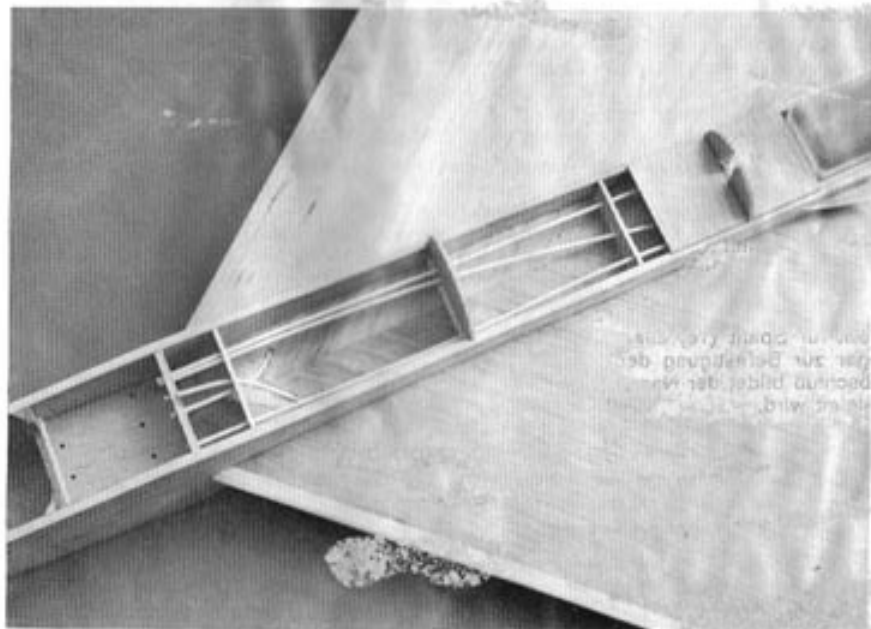

Abb. 5
Nun müssen die Bowdenzug-Außenröhrchen (C), (D) und (E) durch die entsprechenden Bohrungen der Spanten gesteckt und verleimt werden. Siehe RC-Einbauanleitung und Abb. 5. Zug (C) verläuft von vorn bis Spant (35) und ab Spant (37) nach hinten je nach verwendetem Motor. Dies ist einerseits durch die Drehrichtung des Servos und andererseits durch den Hebelarm am Drosselvergaser gegeben.
Nun muß das soweit fertiggestellte Rumpfteil mit der Tragfläche verleimt werden. Dazu ist es zunächst nötig, die Auflage der Seitenteile (22) und (24) und der Spanten anzupassen bzw. abzuschragen. Diese Arbeit muß unbedingt mit größter Sorgfalt vorgenommen werden und eine Verleimung darf erst erfolgen, nachdem sichergestellt ist, daß der Rumpf überall gut auf der Fläche aufliegt. Besondere Vorsicht ist bei den aus der Tragfläche herausstehenden Querruder-Bowdenzügen geboten. Diese dürfen nicht geknickt werden! Vor dem Verleimen müssen sie gekreuzt und in die vorgesehenen Bohrungen eingeführt werden. Siehe Abb. 5 und RC-Einbauplan.